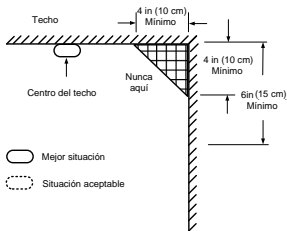
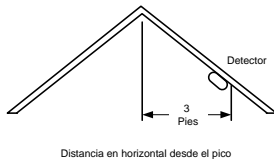

Figura 3: Recomendaciones sobre las ubicaciones de instalación recomendadas para instalar detectores de humo y calor.
Figura 4: Ubicación de instalación recomendada para detectores de humo y calor en habitaciones con techos inclinados o abuhardillados (inclinación >20 grados).
- Instalar detectores de humo y calor lo más cerca posible del centro del techo. Si no es posible, instalar el detector como mínimo a 10 cm de las paredes o esquinas, no más cerca (*ver la Figura 3*).
- Si no es posible instalar el dispositivo en el techo y las autoridades locales o nacionales le permiten instalar detectores en las paredes, montarlos en las paredes a una distancia de 10 cm–15 cm del techo (*ver la Figura 3*).
- Si su casa tiene un techo inclinado o abuhardillado, intentar instalar los detectores a 90 cm del punto más elevado del techo, midiendo en horizontal (*ver la Figura 4*).
- En zonas con aire estancado, como debajo de tejados en punta o en rincones entre las paredes y el techo. El aire en calma puede impedir que el humo llegue al detector (*ver la Figura 3 y la Figura 4 para conocer las ubicaciones de instalación recomendadas*).